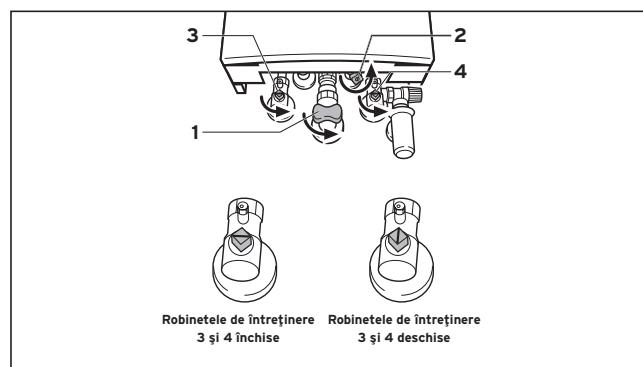

Fig. 3.3 Deschiderea dispozitivelor de blocare (VU/VUW 356)
3.2.1 Deschiderea dispozitivelor de blocare (fig. 3.3 și 3.4)
- Deschideți robinetul de gaz (1) prin apăsare și rotire în sens contrar acelor de ceasornic până la limita de oprire.
- La varianta de aparat VUW: deschideți robinetul de alimentare cu apă rece (2) prin rotire în sens contrar acelor de ceasornic până la limită.
- Controlați dacă robinetele de inspecție de pe tur (3) și retur (4) sunt deschise. Acest lucru se întâmplă când crestătura de pe cheia pătrată a robinetelor coincide cu direcția conductei. Dacă robinetele sunt închise, acestea pot fi deschise cu ajutorul unei chei fixe printr-un sfert de rotație către dreapta sau stânga.